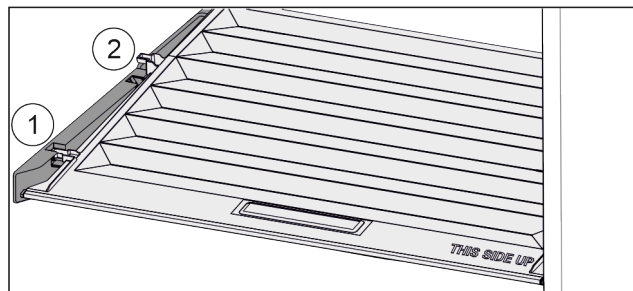

Fig. 82
- Deckel bis zur Öffnung in den Halteteilen nach vorne ziehen Fig. 82 (1).
- Hinten von unten anheben und nach oben wegnehmen Fig. 82 (2).